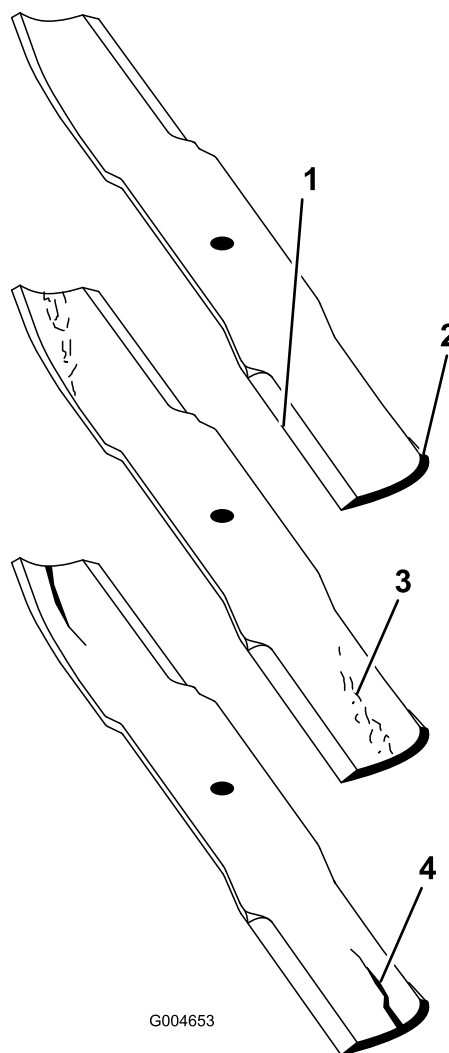

Figura 110
2. Examine cuidadosamente los extremos de corte de la cuchilla, sobre todo en el punto de reunión entre la parte plana y la parte curva de la cuchilla (Figura 110).
Nota: Puesto que la arena y cualquier material abrasivo pueden desgastar el metal que conecta las partes curva y plana de la cuchilla, compruebe la cuchilla antes de utilizar el cortacésped. Si se aprecia desgaste (Figura 110), cambie la cuchilla.